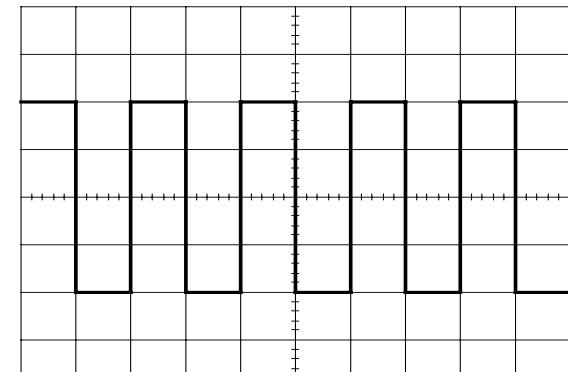

Figure 4-3
- 1) Drücken Sie die POWER-Taste (4), und achten Sie darauf, daß die Netzanzeige-LED (8) aufleuchtet. Nach etwa 20 Sekunden erscheint eine Leuchtspur auf dem Schirm. Sollte die Leuchtspur nach ca. 60 Sekunden noch nicht zu sehen sein, überprüfen Sie nochmals die Einstellungen der Bedienelemente (siehe oben).
- 2) Stellen Sie mit dem INTEN-Regler (2) und dem FOCUS-Regler (4) eine angemessene Helligkeit und Schärfe für die dargestellte Leuchtspur ein.
- 3) Bringen Sie mit dem CH1 POSITION-Regler (40) und dem TRACE ROTATION-Regler (5), den Sie mit einem Schraubendreher verstehen können, die Leuchtspur in Übereinstimmung mit der horizontalen Mittellinie des Meßrasters.
- 4) Verbinden Sie den Tastkopf mit dem CH1-Eingang (12) und legen Sie das $2V_{ss}$ -Kalibriersignal auf die Tastkopfspitze.
- 5) Stellen Sie die AC-DC-GND-Tasten (11) auf AC ein. Das in Abbildung 4-3 dargestellte Signal wird auf dem Schirm angezeigt.
- 6) Verstellen Sie den FOCUS-Regler (4) so, daß die Leuchtspur scharf abgebildet wird.
- 7) Stellen Sie den VOLTS/DIV-Regler (10) und den TIME/DIV-Regler (18) für die Signalbetrachtung so ein, daß der Schwingungszug deutlich dargestellt wird.
- 8) Verstellen Sie den ΔV POSITION-Regler (40) und den \leftrightarrow POSITION-Regler (34) so, daß das Signal am Meßraster ausgerichtet ist und Spannung (V_{ss}) und Periode (T) problemlos abgelesen werden können.